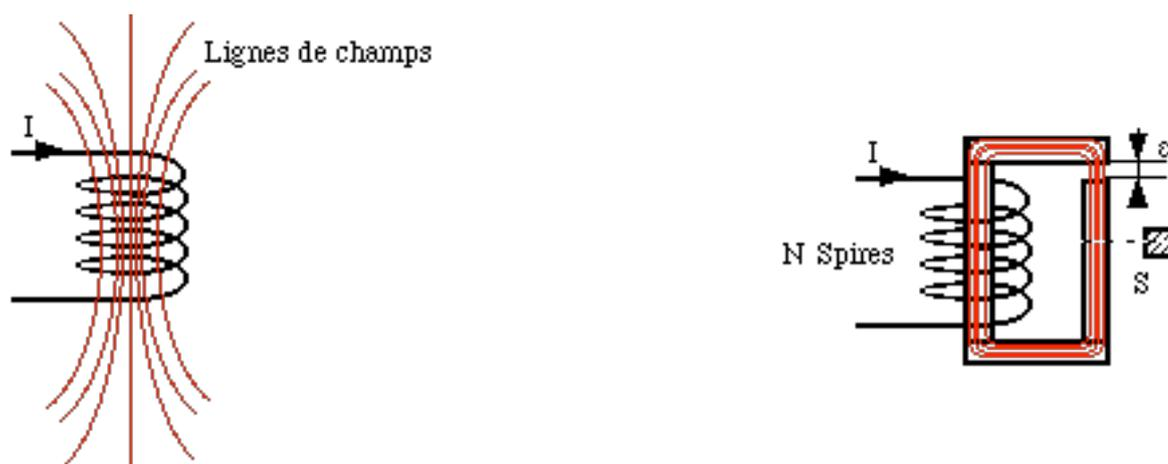

Figure 11 – Lignes de champs magnétique
**Rappel de physique :** Un bobinage de fils conducteurs, parcouru par un courant électrique, crée un champ magnétique  $B$ . On peut canaliser les lignes de champs en ajoutant un circuit magnétique (figure 11). Dans ce dernier cas, on peut écrire :